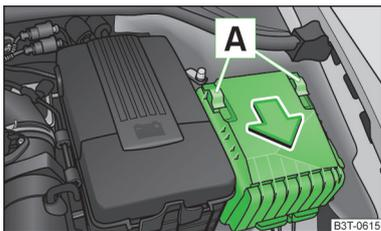

Abb. 202
- Die Sicherungsbügel der Abdeckung des Sicherungskastens **A** » Abb. 202 in Pfeilrichtung verschieben.